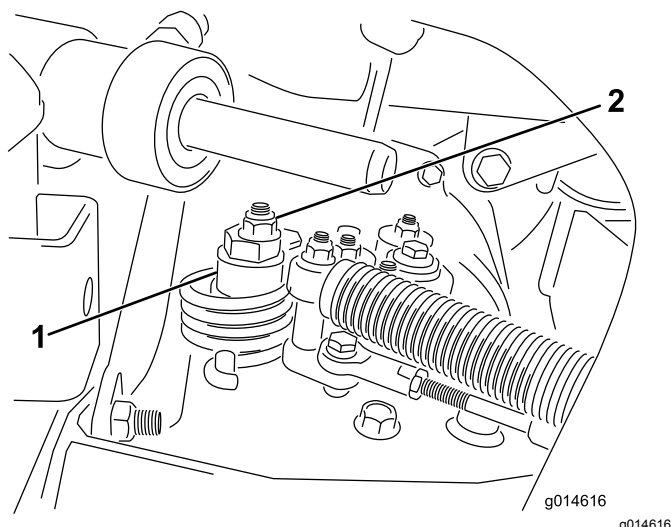

Figure 34
- A. Desserrez l'écrou de fixation de l'excentrique en haut de l'hydrostat (Figure 34).
- C. Tournez l'excentrique jusqu'à ce que la roue ne tourne plus dans aucune direction. Lorsque la route arrête de tourner, serrez l'écrou pour bloquer l'excentrique et le réglage (Figure 34). Vérifiez le réglage avec la commande d'accélérateur en position BAS RÉGIME, puis HAUT RÉGIME.